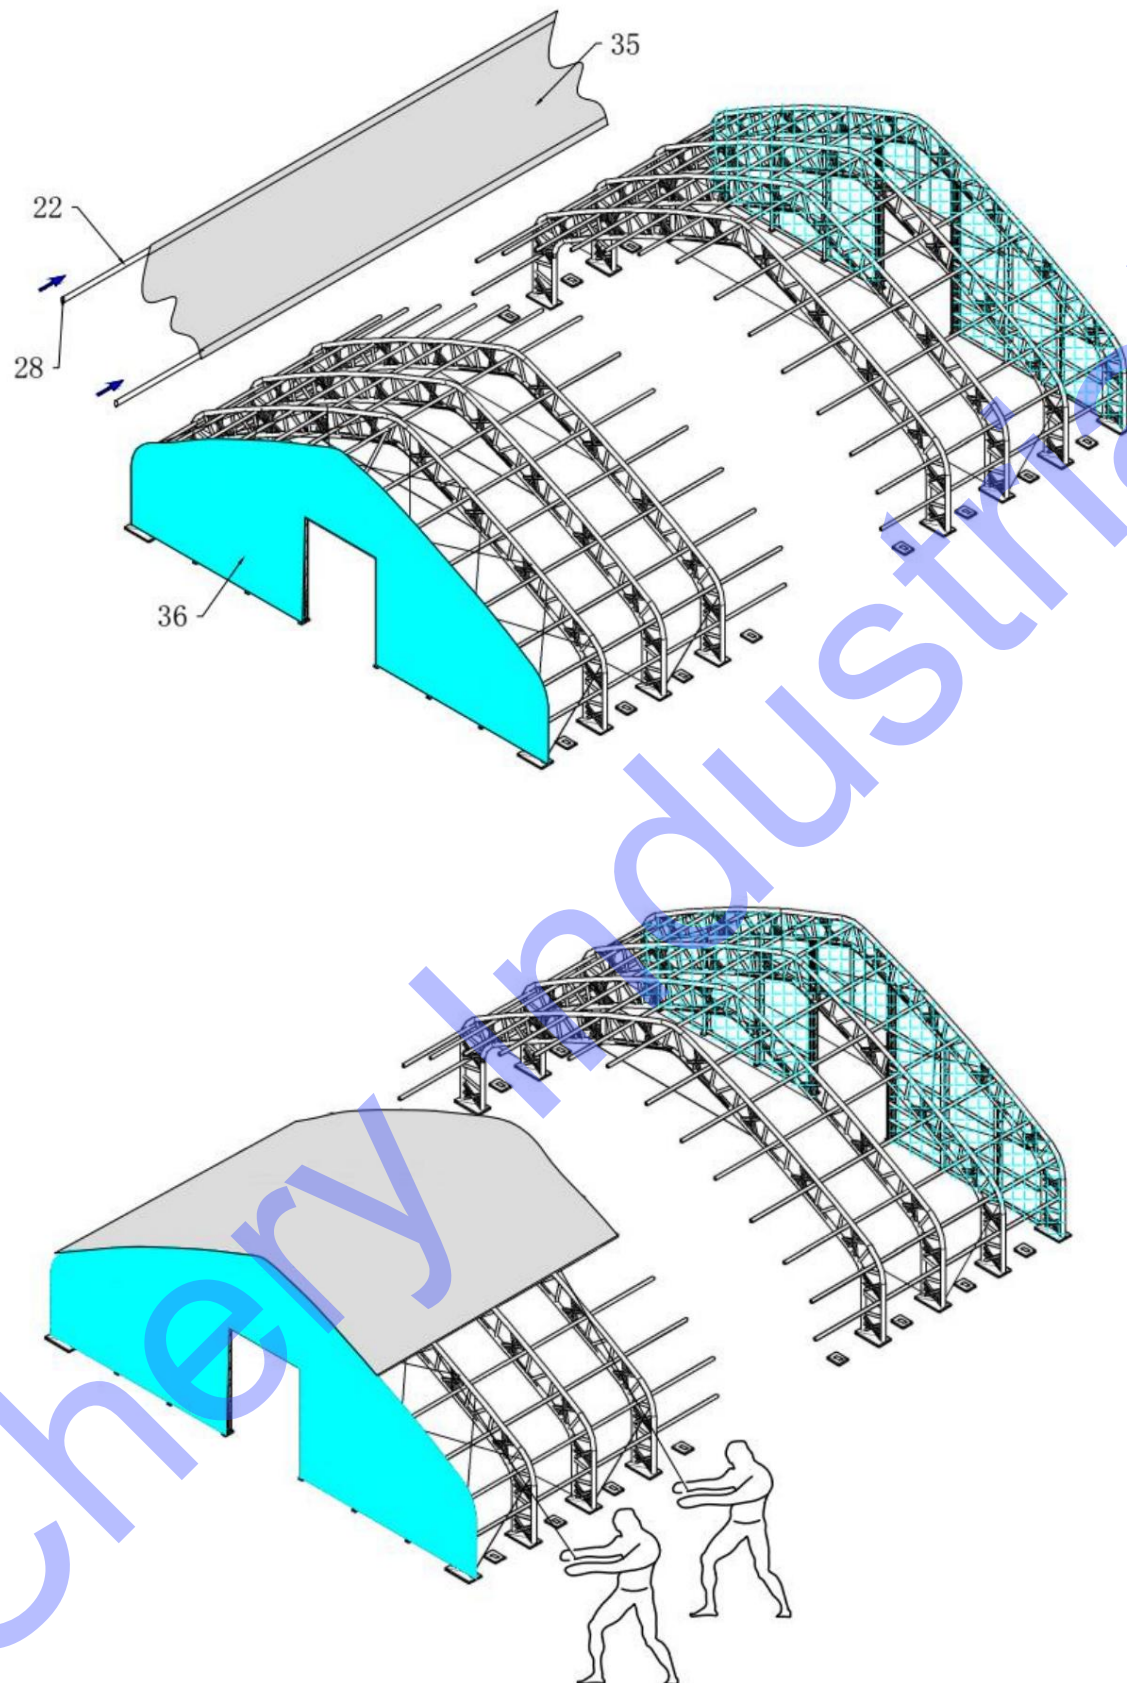
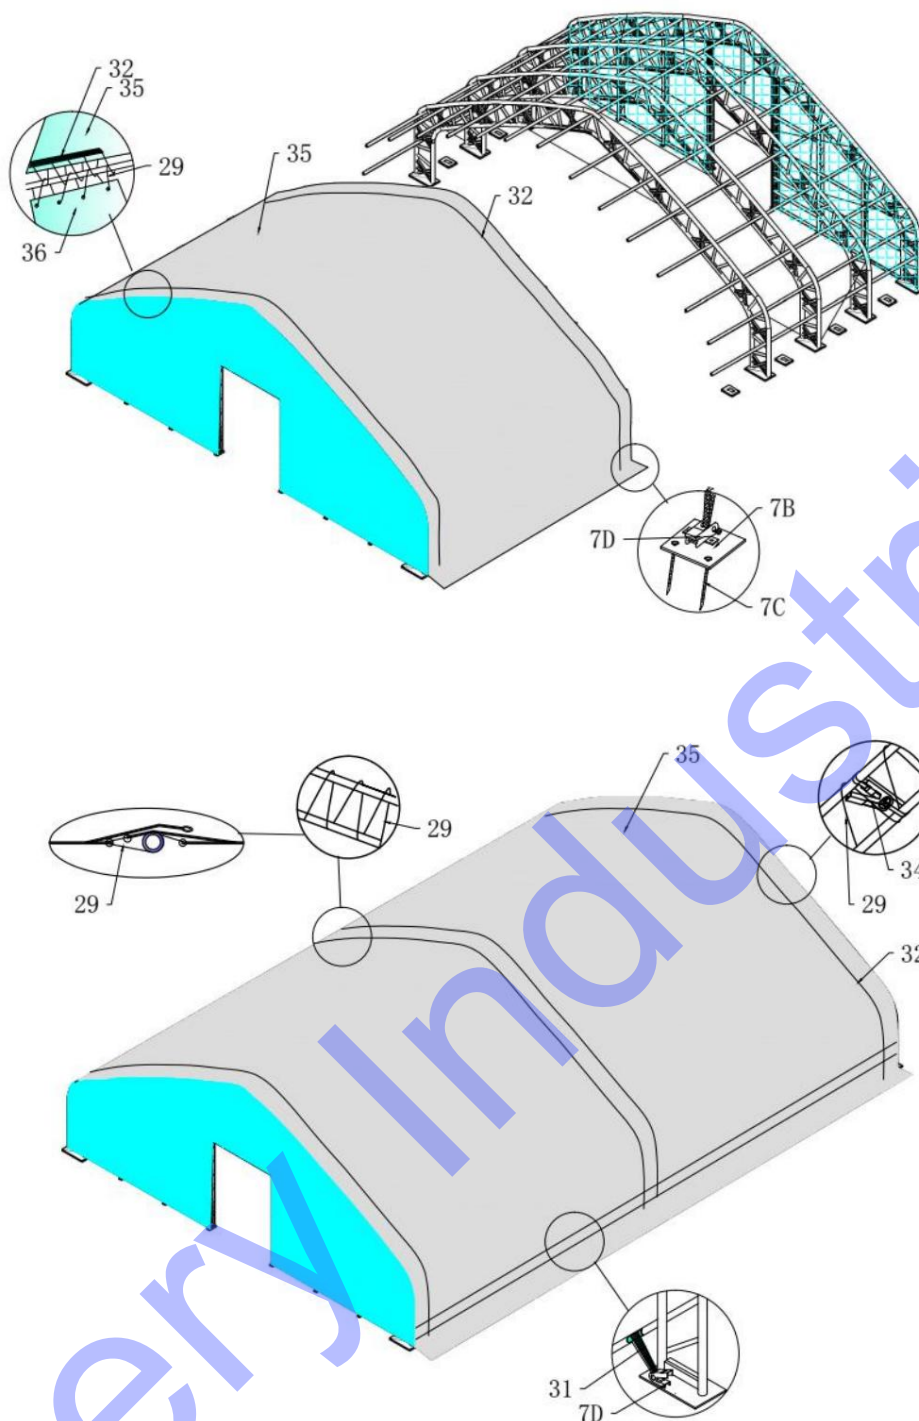

Figure 7
Figure 8
1. Comme le montre la figure 7, lorsque deux morceaux de couverture de toit sont au-dessus de l'assemblage du cadre (voir la figure 7), insérez le tube en PVC (pièce n° 32) dans les poches le long des deux côtés de la couverture de toit, trouvez le petit cliquet (pièce n° 34) pour connecter le tube en PVC dans la couverture de toit par pièces (voir la figure 8).
3. Insérez les tubes de tension (n° 22), pliez bien la couverture du toit sur le cadre, puis placez les capuchons en plastique (n° 28) jusqu'à l'extrémité des tubes de tension (voir figure 8), puis fixez les cordes sur le cadre à tour de rôle.